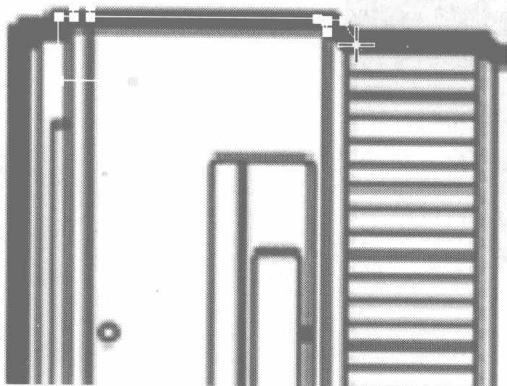

图 6.369
- 11** 在 Create 控制面板中单击 二维编辑按钮，再单击 Line 按钮，在 Front 视图中绘制如图 6.369 所示的曲线。